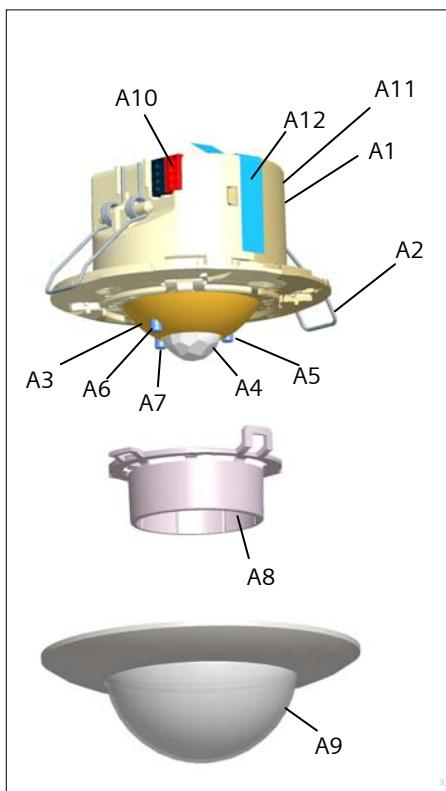

Bild 2. Anzeige- und Bedienelemente
- Montagehöhe (M) in Meter
- Orientierung des Bewegungsmelders ist zu beachten, erkennbar an der Programmiertaste (Bild 2 - A7)